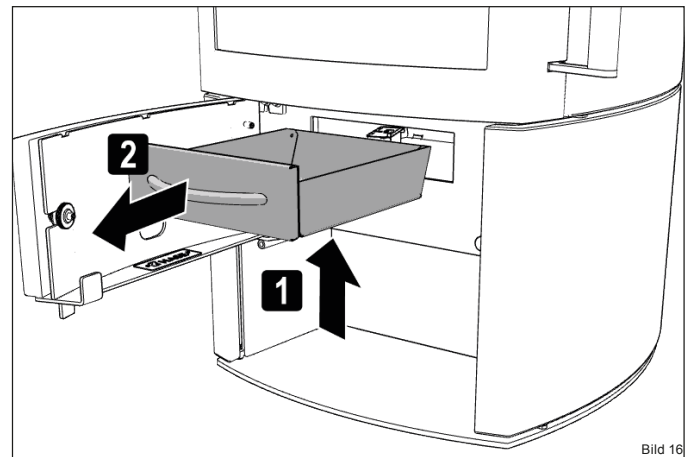

Bild 16
- ▶ Ziehen Sie den Aschebehälter am Griff aus der Öffnung heraus (Bild 16).
- ▶ Ziehen Sie den Aschebehälter an der Abdeckung aus der Öffnung heraus (Bild 16).